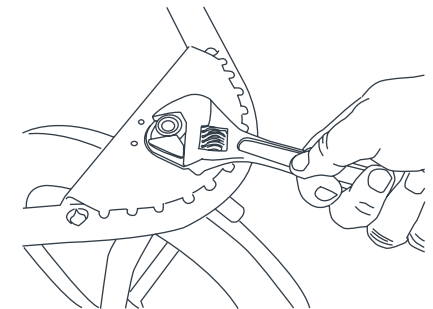

Fig. 21
- 21) • Si la roue avant oscille au-delà de ce qui est normal lors de l'utilisation pour la marche ou le jogging, vous devrez peut-être ajuster l'écrou de la roue avant. Cet écrou est situé sous le repose-pied situé à l'avant de la Poussette. Vous pouvez utiliser une clé à molette pour serrer l'écrou (Fig. 21). **NE PAS TROP SERRER.** Cela pourrait endommager le logement de la roue avant.